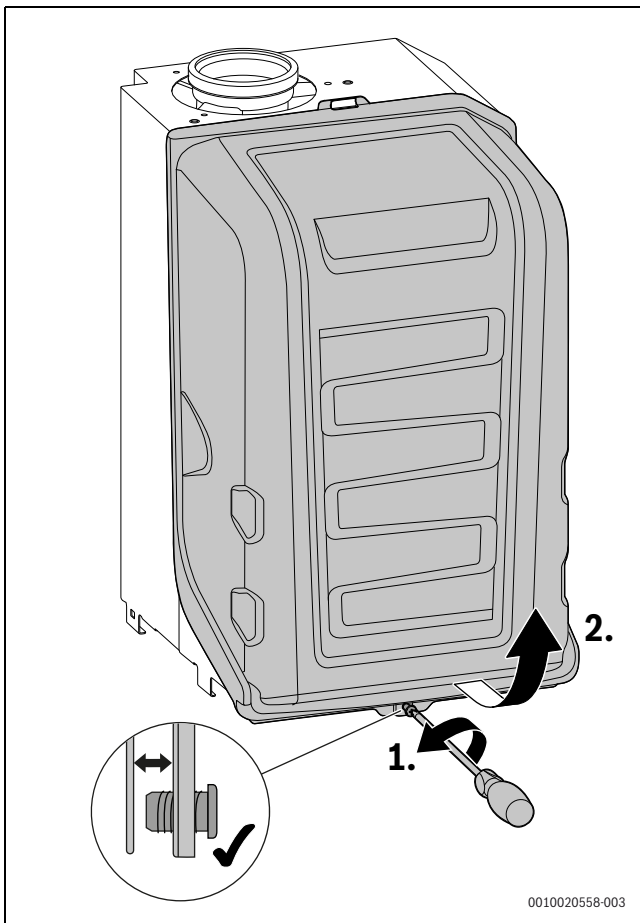

Bild 123 Brennerhaube abnehmen
- Brennerhaube abnehmen (→ Bild 123, Seite 68).